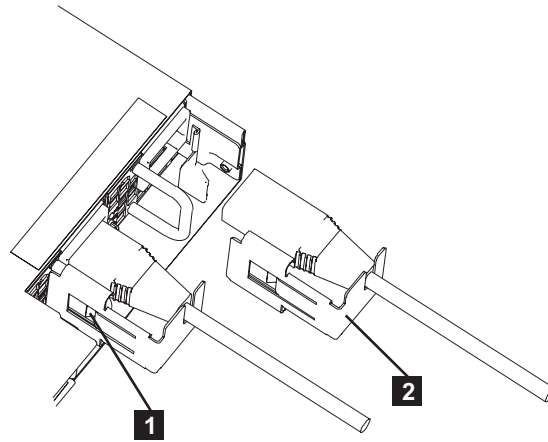

図28. SAN ボリューム・コントローラー 2145-CF8 ケーブル保持ブラケット
SAN ボリューム・コントローラー 2145-CF8 は、工具のいらない 2 つのケーブル保持ブラケットを使用しています。47 ページの図 28 に示すように、無停電電源装置から 2 つの SAN ボリューム・コントローラー 2145-CF8 電源機構の 1 つへの各ケーブルを保持するために 1 つずつ使用されます。
4. 電源コード上のケーブル保持ブラケットを位置合わせし、図28の **2** に示すように、ブラケットがコードの左側にあるようにします。